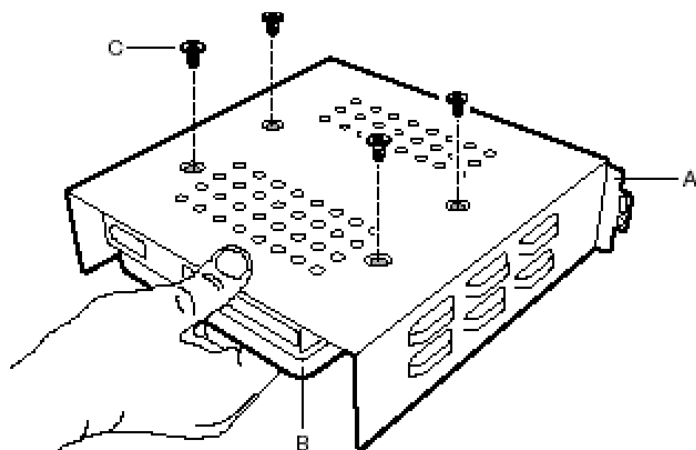

图 2-4 硬盘架上安装硬盘
- ⑨将设备推入机箱相应安装位。
- ⑩连接数据线和电源线。
- ①拆下相应硬盘架的螺钉。
- ②从机箱里边将硬盘架稍微推出，把硬盘架拉出。
- ③将硬盘从防静电袋中取出，放到防静电表面。
- ④在设备登记表中记录硬盘的型号和系列号。
- ⑤根据该硬盘说明书，设置跳线。
- ⑥把硬盘放入硬盘架内，元器件面向下，数据和电源接口向后，接口与硬盘架后部相平。按图 2-4 所示，将硬盘和硬盘架翻过来。